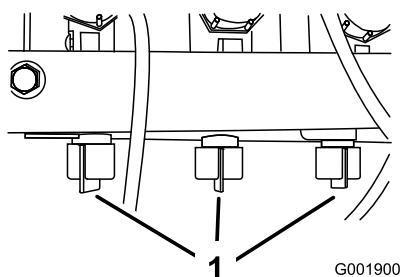

Bild 22
10. Stellen Sie das Sicherheitsventil des Spritzgestänges (Bild 22) unter dem Spritzgestängesteuerventil des Spritzgestänges ein, das Sie abgestellt haben, bis der am Druckmanometer angezeigte Druck dem Wert in Schritt 7 entspricht.